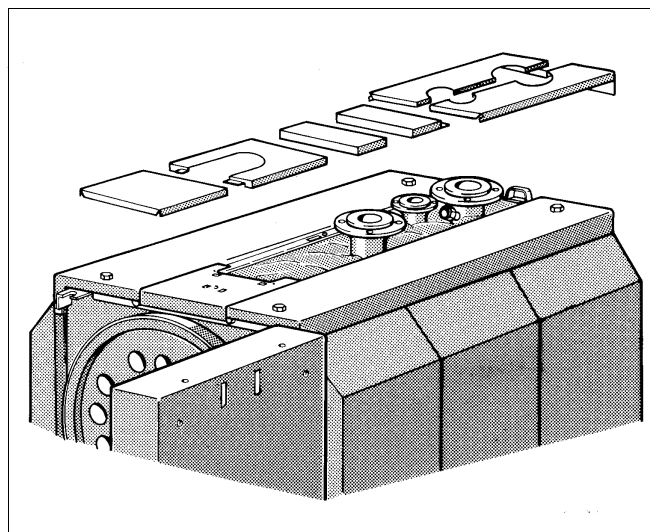

Fig. 20 Montagem do revestimento
- Coloque as peças de preenchimento da cobertura segundo a fig. 20 soltas sobre o chanfro dos componentes laterais da cobertura.